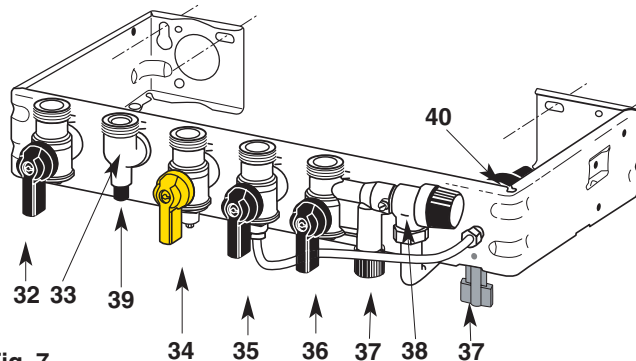

Fig. 7
Un disconnecteur NF est placé sur la barrette robinetterie de la chaudière (voir fig. 7, repère 40).
Soupape de sécurité et disconnecteur (fig. 7)
- ouvrir les 2 robinets de remplissage et d'isolement **37** (fig. 7) ;